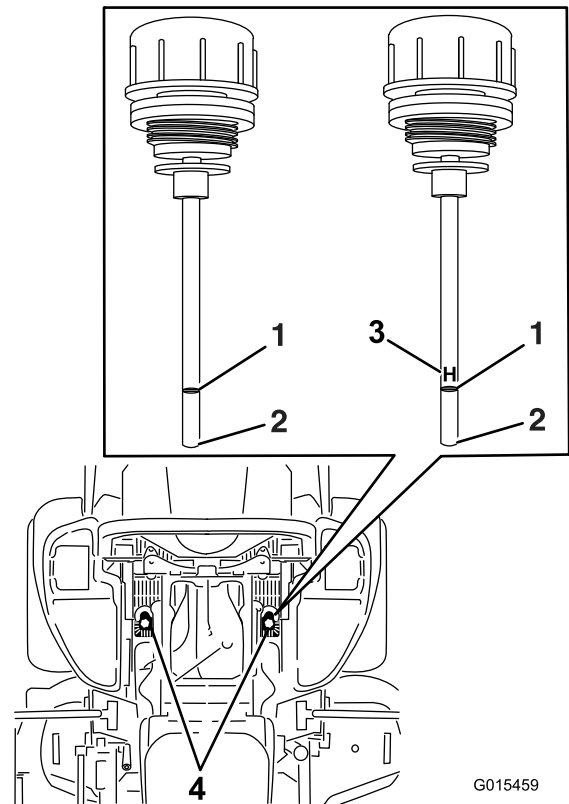

Figure 81
6. Nettoyez la surface autour des jauges des réservoirs du système hydraulique (Figure 81).
7. Sortez une jauge du réservoir hydraulique (Figure 81).
9. Ressortez la jauge et examinez l'extrémité (Figure 81). Si le niveau d'huile atteint le repère minimum (ADD), versez lentement une quantité d'huile suffisante dans le réservoir hydraulique jusqu'à ce que le niveau atteigne le repère maximum ou **H**.